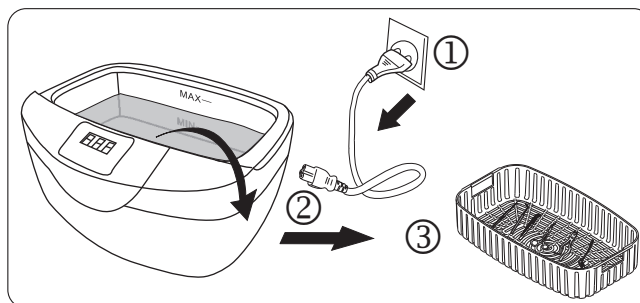

Fig.16
- 8► Ao término do ciclo o display exibirá 000 e o processo de cavitação terminará automaticamente. Desconecte o equipamento da tomada e abra a tampa (Fig. 16).